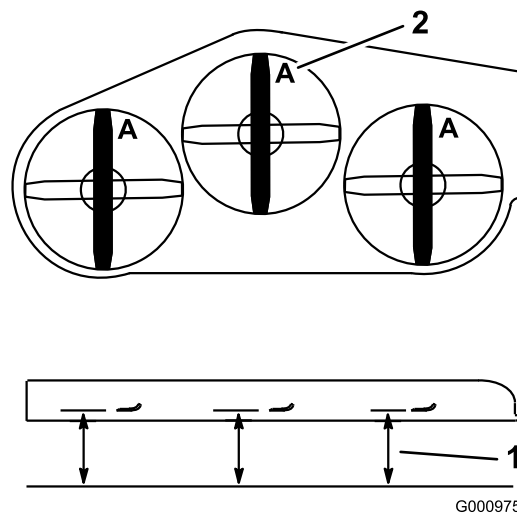

Figura 91
4. Misurate al punto **A** e da una superficie piana fino al tagliente della punta della lama (Figura 91).